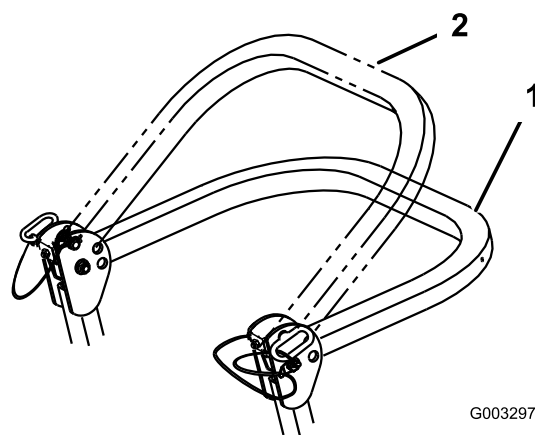

Figure 6
2. Abaissez l'arceau de sécurité. La position abaissée est à deux niveaux (voir Figure 6).